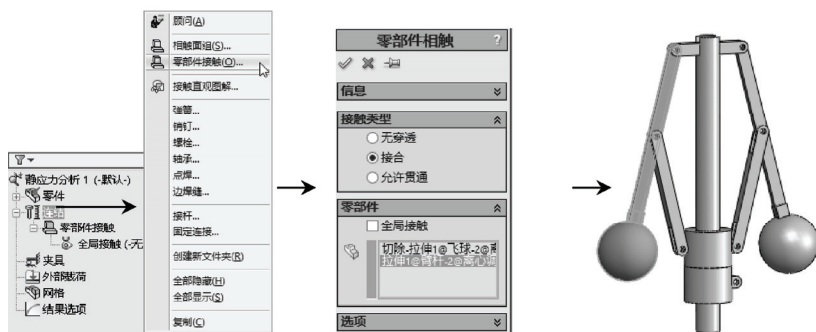

图9-30 设置“接合”接触关系1
STEP 4 右键单击“算例”树中的“连接”项，在弹出的快捷菜单中选择“零部件接触”菜单项，打开“零部件相触”属性管理器，设置接触类型为“接合”（原因详见“知识点1”），并选择“飞球2”和“臂杆2”，添加此连接关系，如图9-30所示。